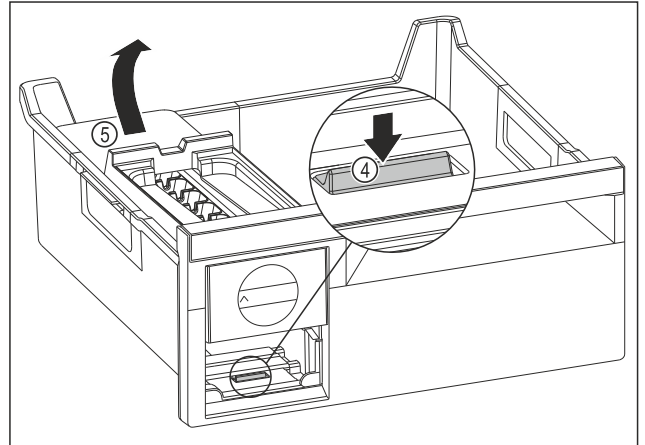

Fig. 131
- ▶ Extraer el cuerpo del EasyTwist-Ice: Presionar la lengüeta Fig. 131 (4) con los dedos hacia abajo subiendo al mismo tiempo por detrás con la otra mano el cuerpo del EasyTwist-Ice Fig. 131 (5).